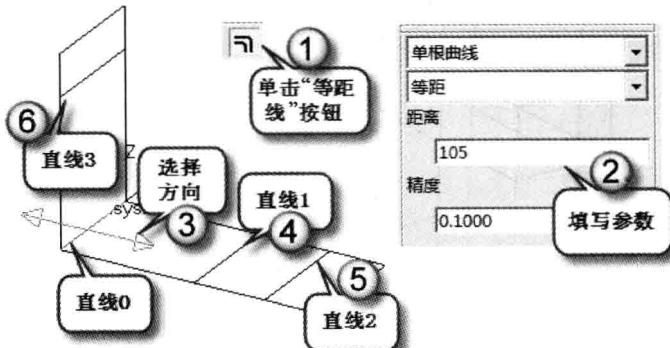

图 1-24 绘制等距线
①按F5、F8键，单击“等距线”按钮 \square ，选择“单根曲线”、“等距”、“距离”为“95”，再选择“直线0”，选择箭头确定等距方向，得到“直线1”。同样方法，输入“距离”为“145”，绘制“直线2”。②按F6、F8键，输入“距离”为“105”，绘制“直线3”，如图1-24所示。